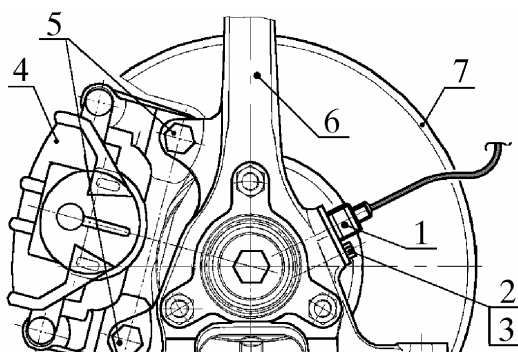

Рис. 3. Снятие датчика АБС и скобы переднего тормоза:
4.6. Снять датчик 1 (рис. 3) анти-блокировочной системы (АБС) тормоза левого переднего колеса